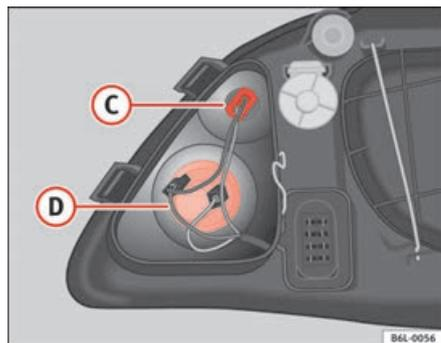

Fig. 158 Indicatore di direzione
- Ruotare verso sinistra il portalampade ed estrarlo dal proprio alloggiamento ⇒ fig. 158 (D).